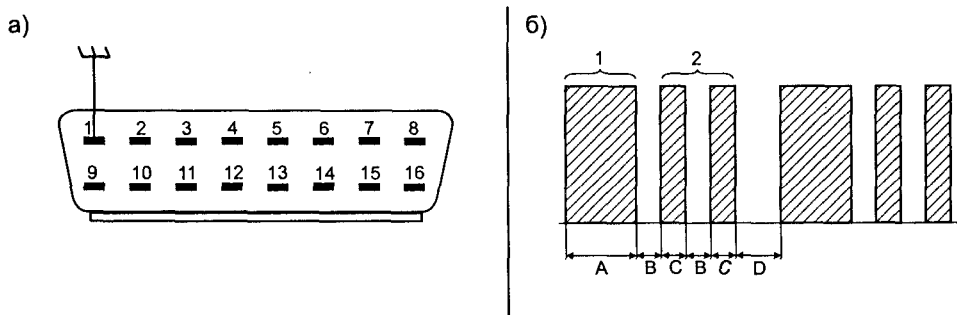

Рис. 2.6.8. Внешний вид разъема ECM «Mitsubishi MFI»
- при отключенном зажигании соединяют контакт 1 разъема DLC с «землей» (см. рис. 2.6.8а);
- индикация каждого DTC включает две группы вспышек, в каждой из которых от 1 до 7 вспышек (см. рис. 2.6.8б — пример отображения DTC «12»);
- длинная вспышка обозначает в DTC «десятки» (см. рис. 2.6.8б), короткая «единицы» (см. рис. 2.6.8б);
- короткие паузы между вспышками лампы MIL разделяют цифры одного DTC (см. рис. 2.6.8б), а длинные паузы разделяют разные DTC (см. рис. 2.6.8б).